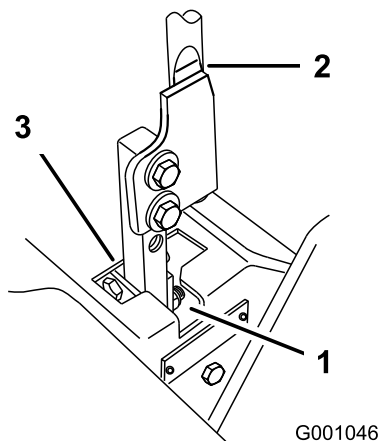

Figura 57
5. Mueva la palanca a la posición de punto muerto, pero no bloqueada (Figura 57).
6. Tire hacia atrás de la palanca hasta que el pasador (en el brazo debajo del eje pivotante) entre en contacto con el extremo de la ranura (empezando justo a tensar el muelle) (Figura 57).
7. Compruebe la posición de la palanca de control con relación a la muesca de la consola (Figura 57). Debe estar centrada para que la palanca pueda girar hacia fuera a la posición de bloqueo/punto muerto.